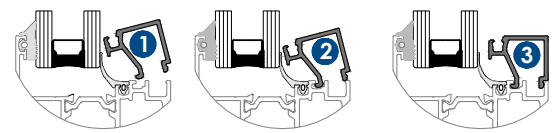

FIG. 8
- a. Réinstaller les parcloses en commençant par les parcloses horizontales. **Voir FIG. 8**